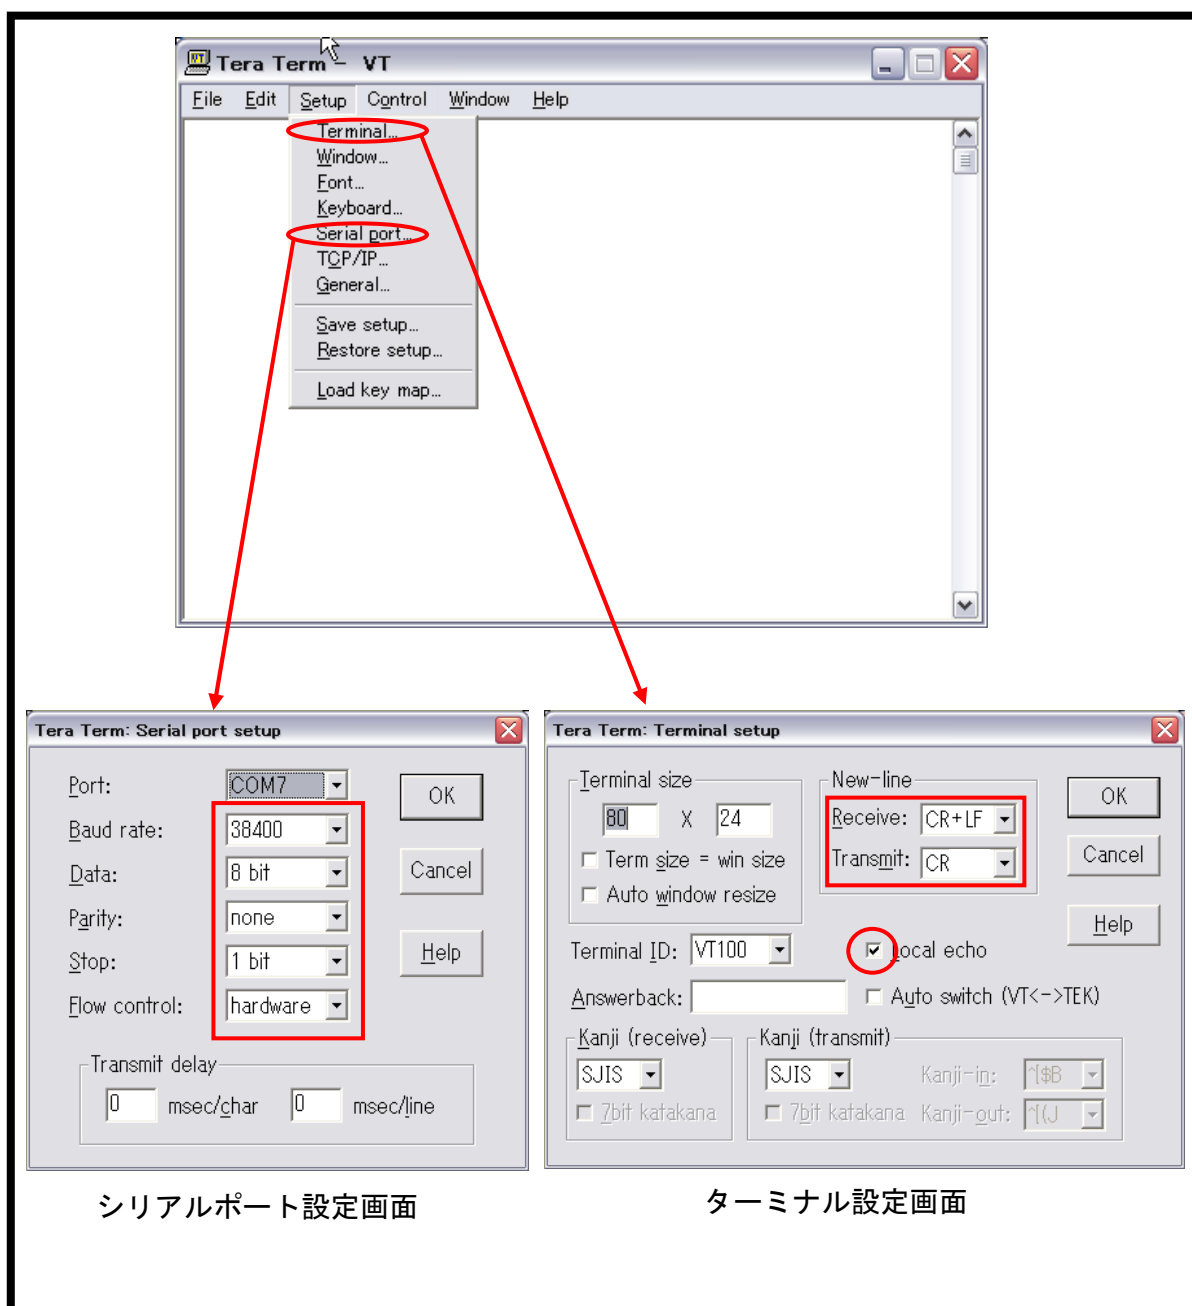

図 2 Tera Term 通信設定
- ④ “**Serial**”を選択し、“**Port:**”コンボボックスで使用する COM ポートを選択してください。
- ⑤ 起動後、“**Setup**”メニュー => “**Serial port...**”を選択し図 2 を参考に設定を変更し OK ボタンを押してください。
- ⑥ “**Setup**”メニュー => “**Terminal...**”を選択し図 2 を参考に設定を変更し“**OK**”ボタンを押してください。